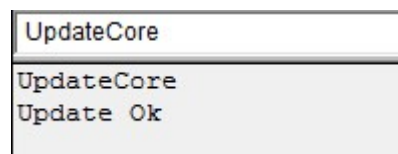

Рисунок 1.5. Успешное завершение обновления ПО
11. Выполнить команду нажатием клавиши Enter. В поле отображения реакции ПЛК на введенную команду отобразится сообщение «Update Ok» (см. рисунок 1.5).